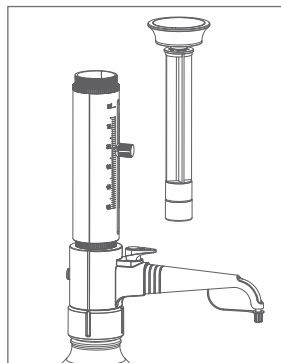

Abb. 10
2. Nehmen Sie den Kolben vollständig heraus, wie in Abb. 10 gezeigt. Reinigen Sie den Kolben und den Glaszylinder, setzen Sie sie zurück in ihre ursprüngliche Position und schrauben Sie den Kopf wieder an.